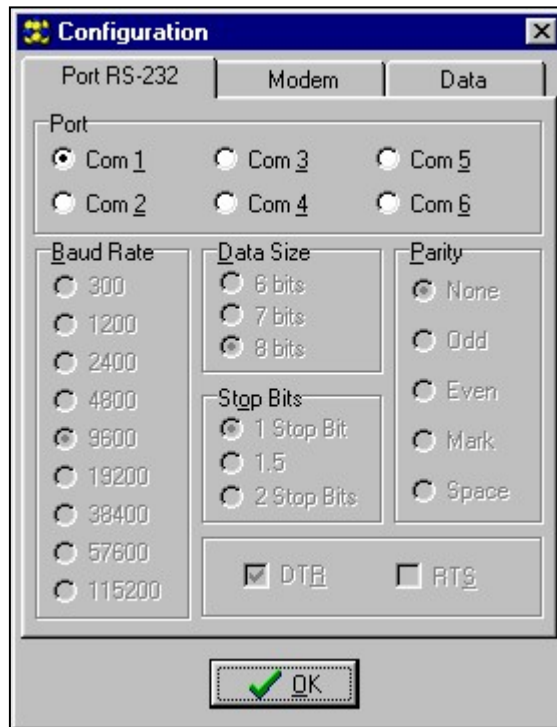

Рисунок 11.
2. Пройти к опциям конфигурации связи с модулем, щелкнув по иконке  (или посредством меню **Соединение**→**Конфигурация**) и выбрать порт, через который компьютер соединяется с портом RS-232 модуля (см. рисунок 11).